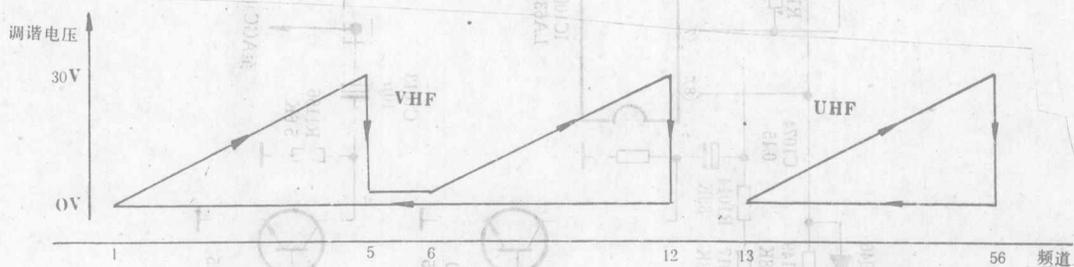

图 2 调谐电压扫描示意图
当操作键盘开关 SW1004 (VHF) 或 SW1005 (VHF) 时, IC1005⑩脚将由 CPU 固化程序安排输出脉宽调制脉冲, 经 Q1004 (2SC383) 倒相放大后, 送入由 R1021、C1063 和 R1017、C1074、R1014 组成的两节积分变换电路, 得到随按键时间长短对应的不同直流电压, 再经 IC1001 (LA6358D) 放大和电平转移, 从 IC1001⑦脚输出 0~30V 调谐电压, 供高频头选台使用。在操作 VHF 搜索节目时, 该电路将作两次 0~30V 电压扫描, 将 VHF 频段分成 I 和 II 两个。即 1—5 频道进行一次 0~30V 调谐电压变化, 6~12 频道作一次 0~30V 电压变化, 以覆盖整个甚高频频道。同时 CPU 还将自动转换频道切换电压, 使高频头工作在指定的区间。调谐电压扫描过程如图 2 所示。